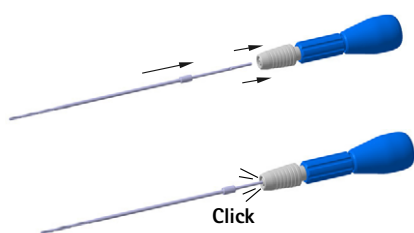

Abb. 3 Zusammenbau des Bohrers
- ▶ Bohrer in den Bohrgriff (FJ839R) einführen, siehe Abb. 3.